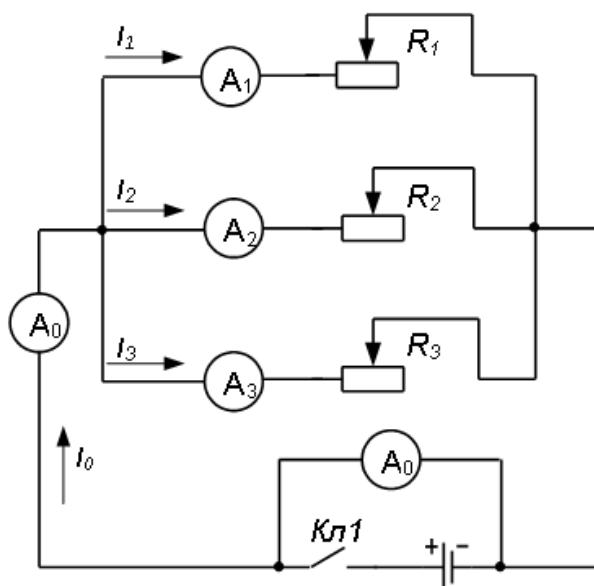

Рисунок 1.2 – Схема для проверки первого закона Кирхгофа
При трех параллельно включенных сопротивлениях (рис. 1.2) эквивалентное сопротивление будет равно:
2. Собрать схему для проверки первого закона Кирхгофа (рис.1.2). Установить максимальные значения сопротивлений реостатов и измерить после замыкания ключа $Kл1$ токи в параллельных ветвях и общий ток цепи I_0 . Результаты измерений занести в таблицу 1.1.